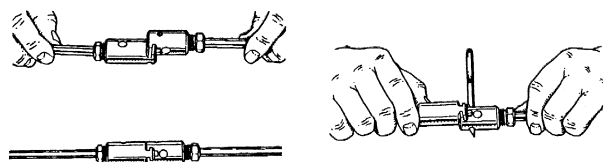

Figure 2 – Accouplement et désaccouplement des tringles
1. Pour monter les tringles, alignez et emboîtez les raccords à fond (*Figure 2*).
introduisez la broche à raccords, puis séparez-les (Figure 2).
21. Déconnectez d'abord la tringle du porte-tringle, puis les tringles entre elles, en introduisant la broche dans les raccords avant de les déboîter (*Figure 2*).